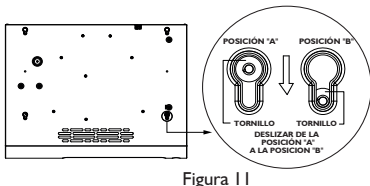

Figura 11
- En ambos casos, introduzca la cabeza de los tornillos a través de la parte ancha de las ranuras de la campana y deslícela hasta que las cabezas de los tornillos queden en el extremo angosto. (Figura 11)